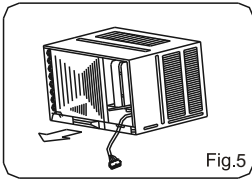

Fig.5
1. 使用底盤位置凸出的鉤手位置，向外拉出底盤。(參見 Fig.5).